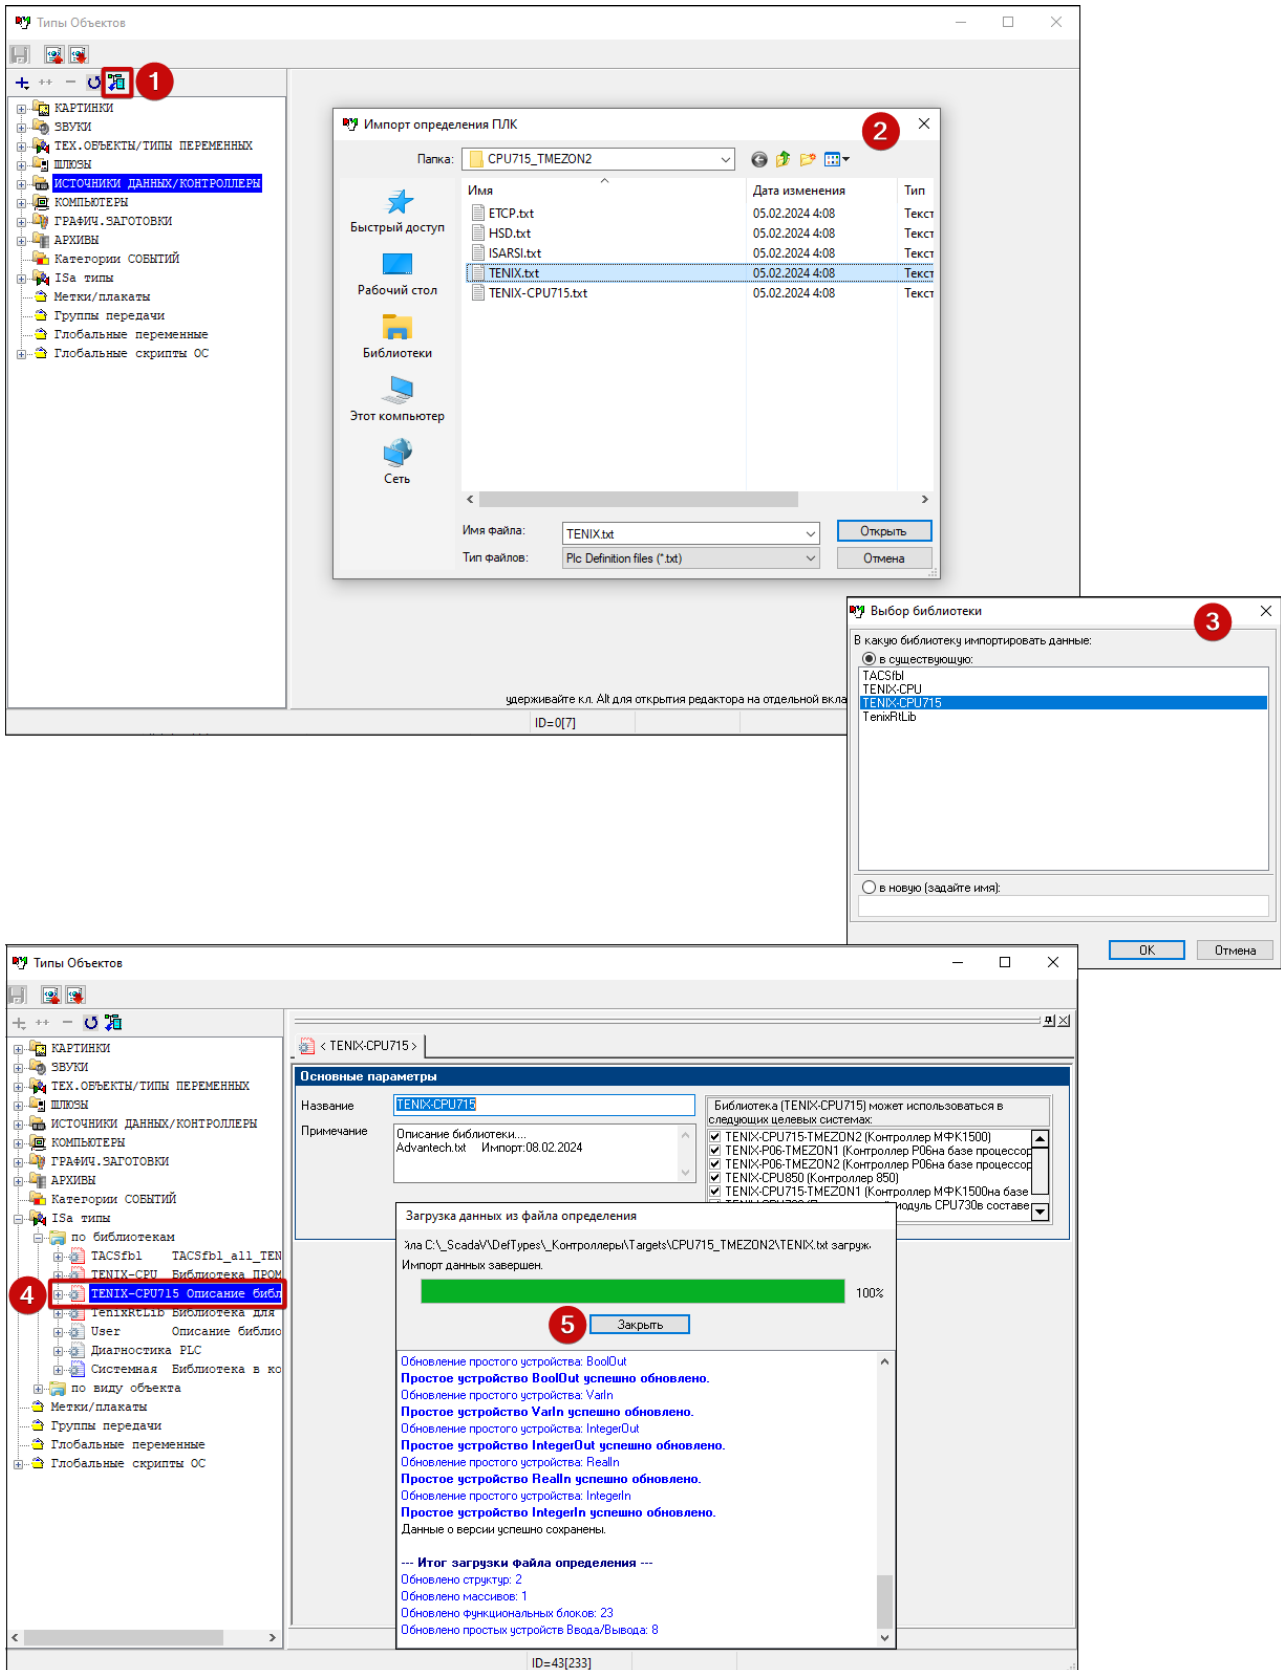

Рисунок 17.1. Импорт файла определения
- 1) Нажмите кнопку  (рис. 17.1 [1]).
- 3) Выберите нужный тип источника данных и нужный файл определения (рис. 17.1 [2]). В нашем случае, это CPU715_TMEZON2/TENIX.txt.
- 4) В открывшемся окне "Выбор библиотеки" выберите, в какую библиотеку следует импортировать данные (рис. 17.1 [3]). Можно создать новую или использовать существующую.
После добавления будет указан результат импорта и в перечне появится импортированный источник данных (рис. 17.1 [4]).
- 5) Нажмите кнопку "Заккрыть" (рис. 17.1 [5]).